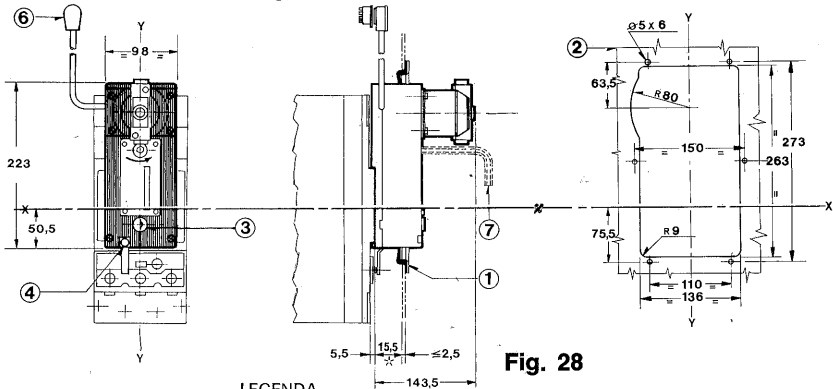

Fig. 28
- d - montare sul coperchio dell'interruttore la piastra di riduzione (5) servendosi delle viti con rosette elastiche (6)
- e - installare l'interruttore; nel caso di montaggio in cofano o quadro curare che la distanza tra la superficie interna della portella e l'interruttore sia esattamente quella indicata in fig. 28
- f - applicare il comando a motore sull'interruttore tramite le viti con rosette elastiche (7)